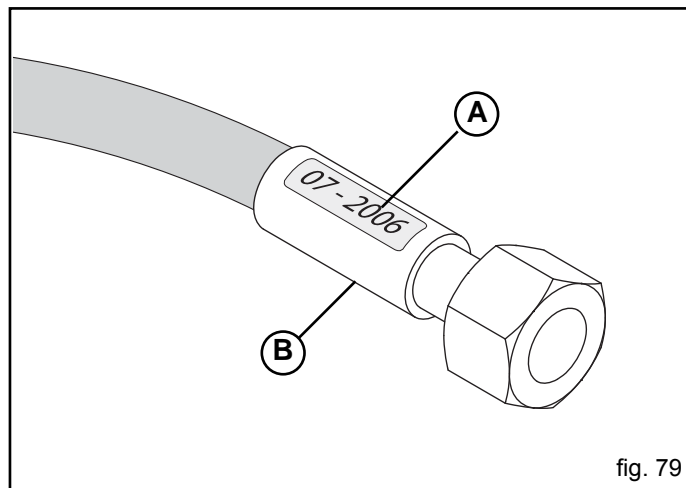

fig. 79
- La durée de vie des tuyaux oléodynamiques ne peut dépasser 5 ans, même s'ils ne sont pas utilisés (usure naturelle). La figure 79 (A) donne un exemple de l'année de production des tuyaux oléodynamiques.
- pertes autour de l'armature du tuyau (B, Fig. 79).
- corrosion de l'armature (B, Fig. 79);
- échéance de 5 ans à compter de la production (A, Fig. 79).